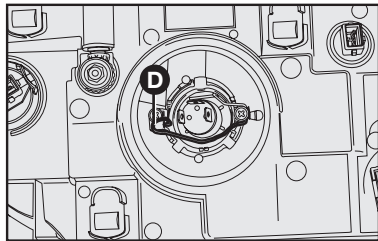

fig. 16
- 3) Apretar hacia delante y luego hacia abajo la presilla **D-fig. 16**, y abriéndola lateralmente.
- 6) Reenganchar la presilla de fijación **D-fig. 16**, colocando por último la tapa **A-fig. 15**.